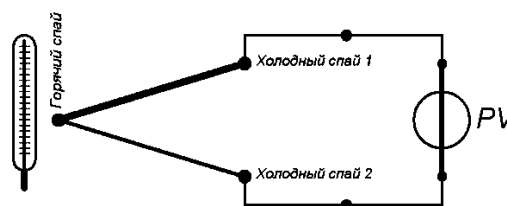

Рисунок 2 – Испытание термопары
3. Присоединить к выводам термопары милливольтметр (рисунок 2) и аналогичным образом снять зависимость термо-ЭДС от температуры и построить график  $E=f(t)$ .